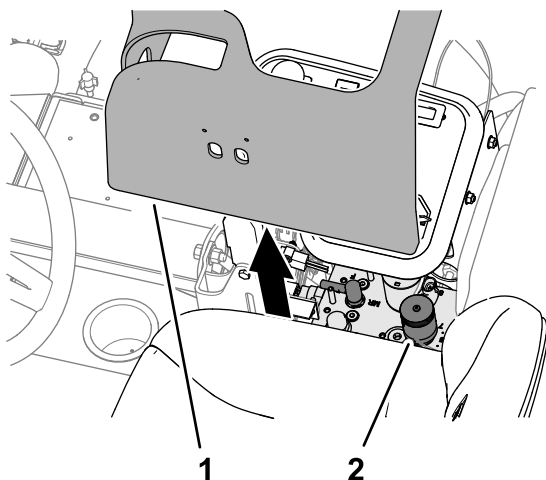

Figura 49
2. Ridicați capacul de pe braul de control (Figura 49).